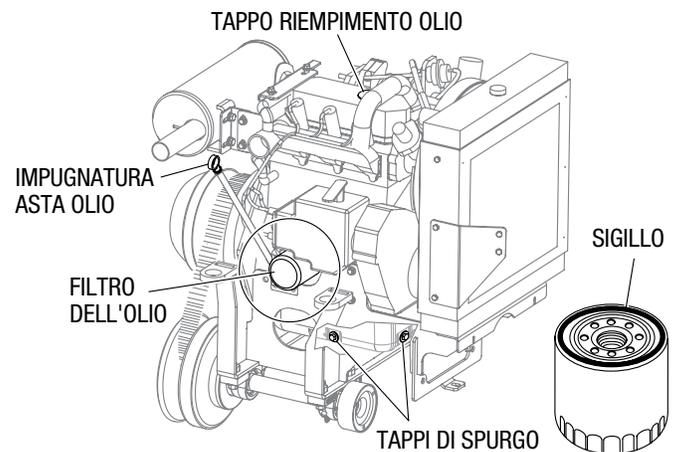

Figura 14. Sostituzione del filtro dell'olio
1. Sostituire il filtro dell'olio motore (figura 14) alternativamente al cambio dell'olio o ogni 300 ore. Fare riferimento al manuale del motore per informazione specifiche sulle procedure di questa operazione.
2. Assicurarsi di lubrificare la guarnizione (figura 14) del nuovo filtro dell'olio con olio motore pulito.